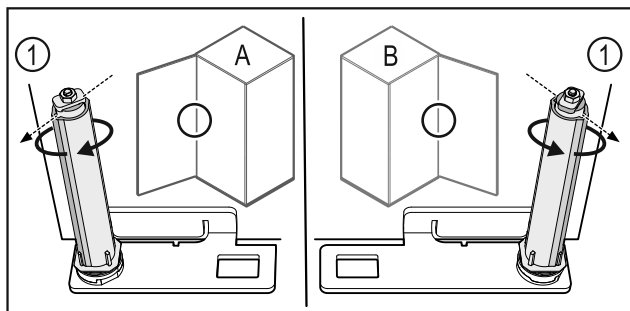

Fig. 63 Tope izquierdo (A) / tope derecho (B)
- Girar el sistema de cierre contra la resistencia hasta que el alma del sistema de cierre Fig. 63 (1) apunte hacia afuera.